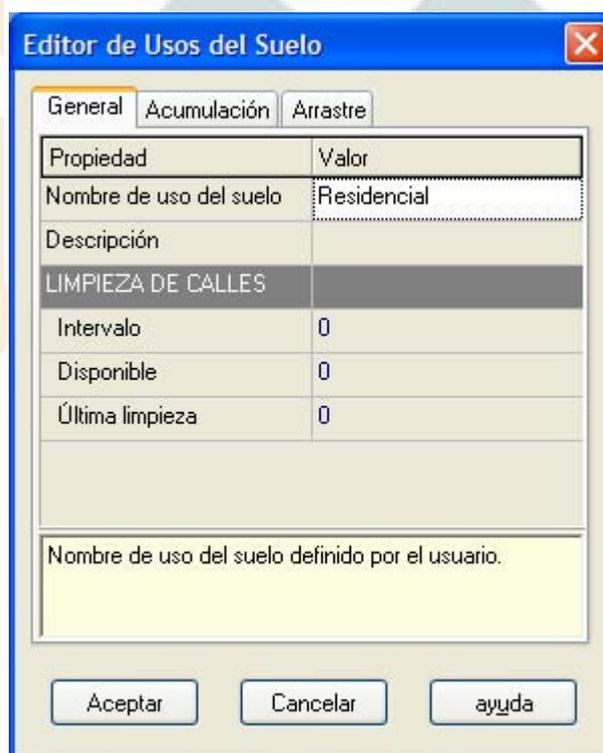

Figura 2.20. Ventana de diálogo para Editar los Usos del Suelo.
2. En la ventana de diálogo del Editor de Usos del Suelo, tal como muestra la Figura 2.20, introducir **Residencial** en el campo **Nombre** y posteriormente pulsar el botón **Aceptar**.